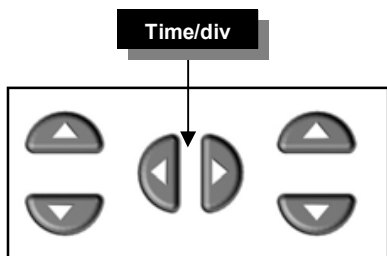

Fig 47
- Ajuste la base de tiempo (time/div) con las teclas de flecha ◀ y ▶ (Fig 47).
2. Ajustar la base de tiempo (fig. 47) :